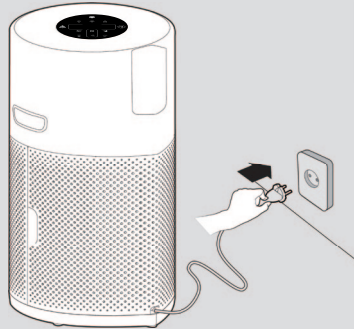

Fig. 2
3.1 ALLUMER L'APPAREIL [Fig. 2]: